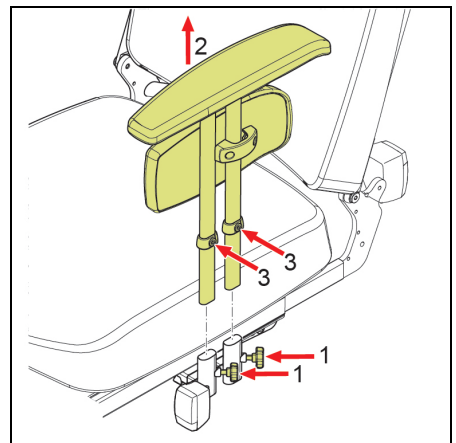

Abb. 6.3
Seitlicher Transfer (Abb. 6.3)
- Lösen Sie die Schrauben, um die Armlehne zu entriegeln (Abb. 6.3).
- Nehmen Sie die Armlehne oben aus dem Armlehnenhalter (Abb. 6.3).